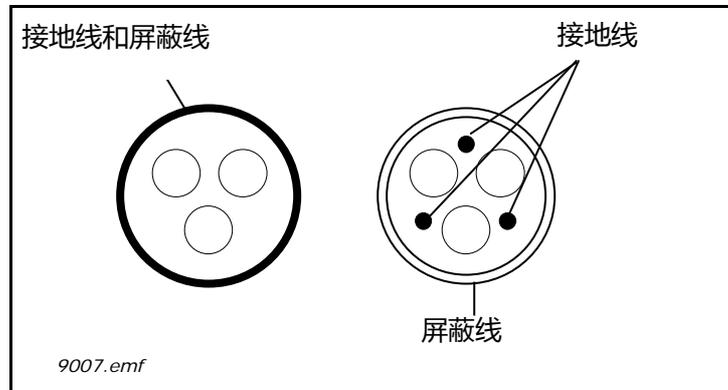

图 21.
- 2=带同心保护线的对称的动力电缆，并适于特定主电源电压（建议使用 MCMK 或同类产品）。参阅图 21。
3= 配备紧凑型低阻抗屏蔽的对称的动力电缆，并适于特定的主电源电压（建议使用 MCCMK, EMCMK 或同类产品，并建议电缆阻抗（1...30MHz）最大值为 100 mohm/m）。参阅图 21。